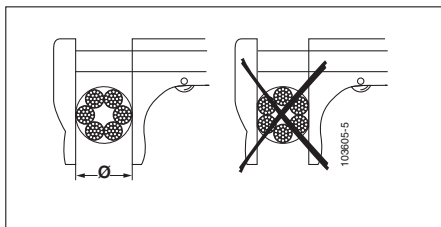

Fig. 5
- réduction du diamètre de 10 % comparé au diamètre nominal du câble (Fig. 5),